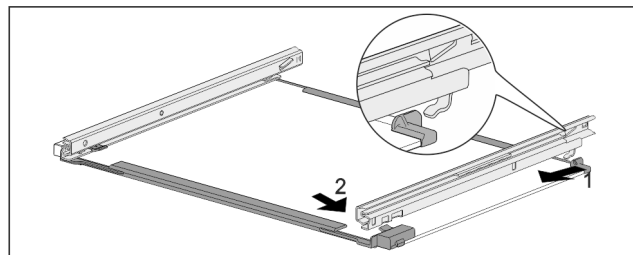

Fig. 158 Sklenená doska s koľajničkami
- ▶ Zaháknite koľajničku vzadu. Fig. 158 (1)
- ▶ Zaklapnite koľajničku vpredu. Fig. 158 (2)